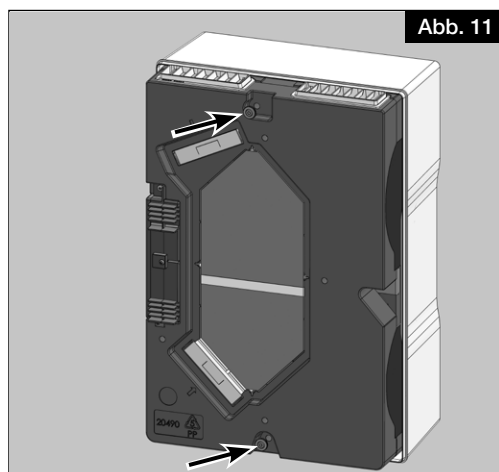

Abb. 11
6. Die zwei Rändelmutter von Hand anziehen (siehe Abb. 11).